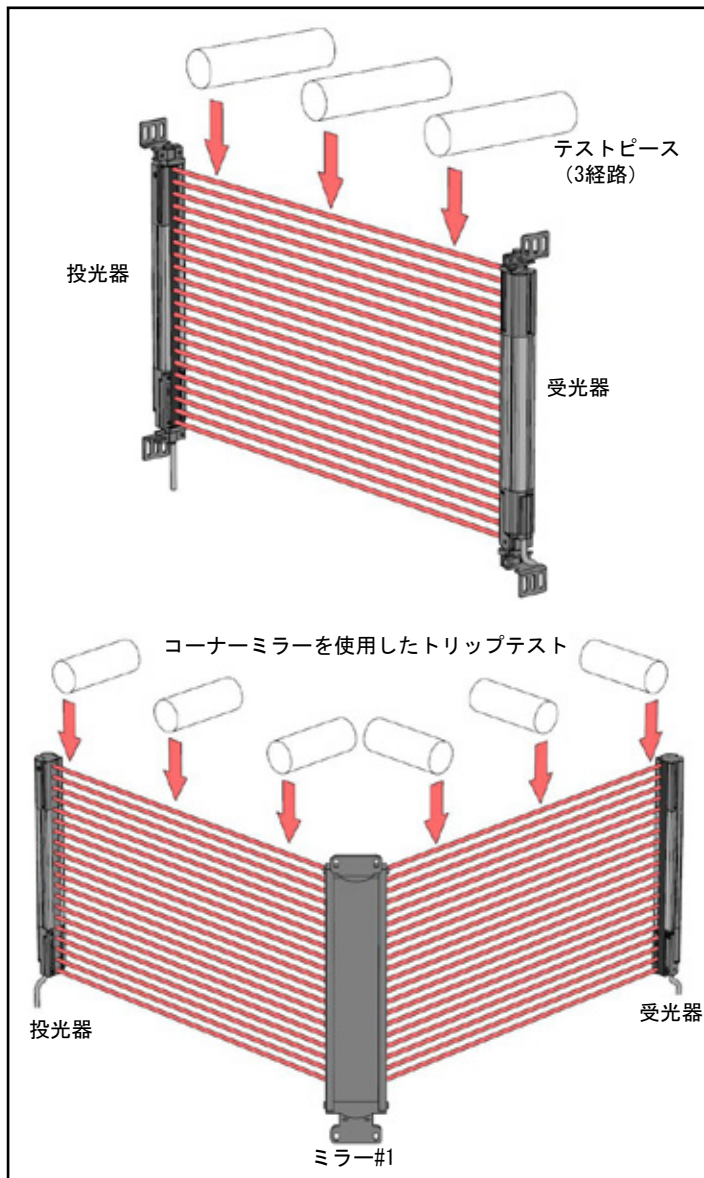

Fig. 3-18 EZ-SCREEN LPのトリップテスト
- 指定されたテストピースを検出エリア内の3箇所 (投光器のそば、受光器のそば、投受光器の真ん中) に通します (Fig. 3-18)
アプリケーションでミラーを使用する場合：検出経路の各支柱間の検出エリアをテストしてください（例えば、投光器からミラー、ミラーと受光器間、Fig. 3-18をご参照ください。）